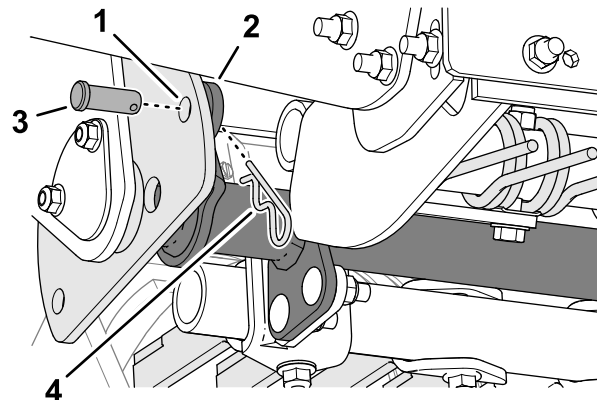

Figura 16
6. Alinee el orificio del brazo del apero combinado con el orificio de la placa de selección de ángulo (**Figura 16**).